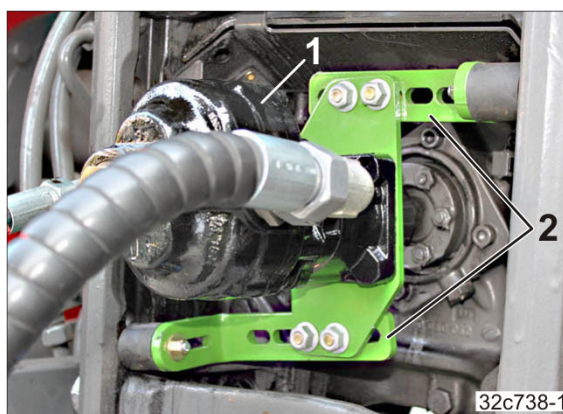

Рис. 158
5. Соедините гидравлический насос (Рис. 158/1) с валом отбора мощности трактора. Гидравлический насос оснащен замком QC. Обратите внимание на надежность фиксации замка QC.
6. Установите регулировочный сегмент таким образом, чтобы к нему плотно прилегали оба промежуточных элемента (Рис. 158/2).